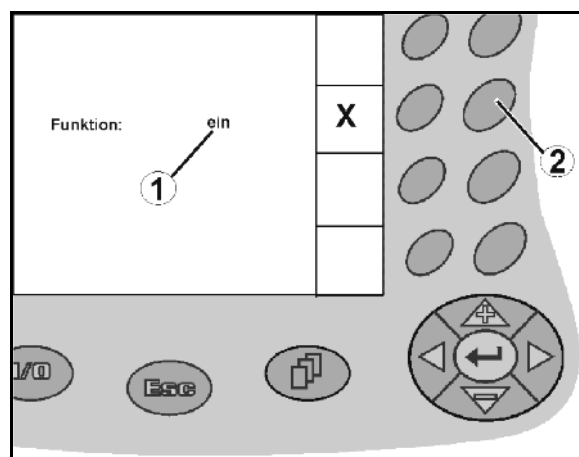

Fig. 15
- Acționați tasta de funcții (Fig. 15/2) o singură dată
- Funcția **pornită** (Fig. 15/1).